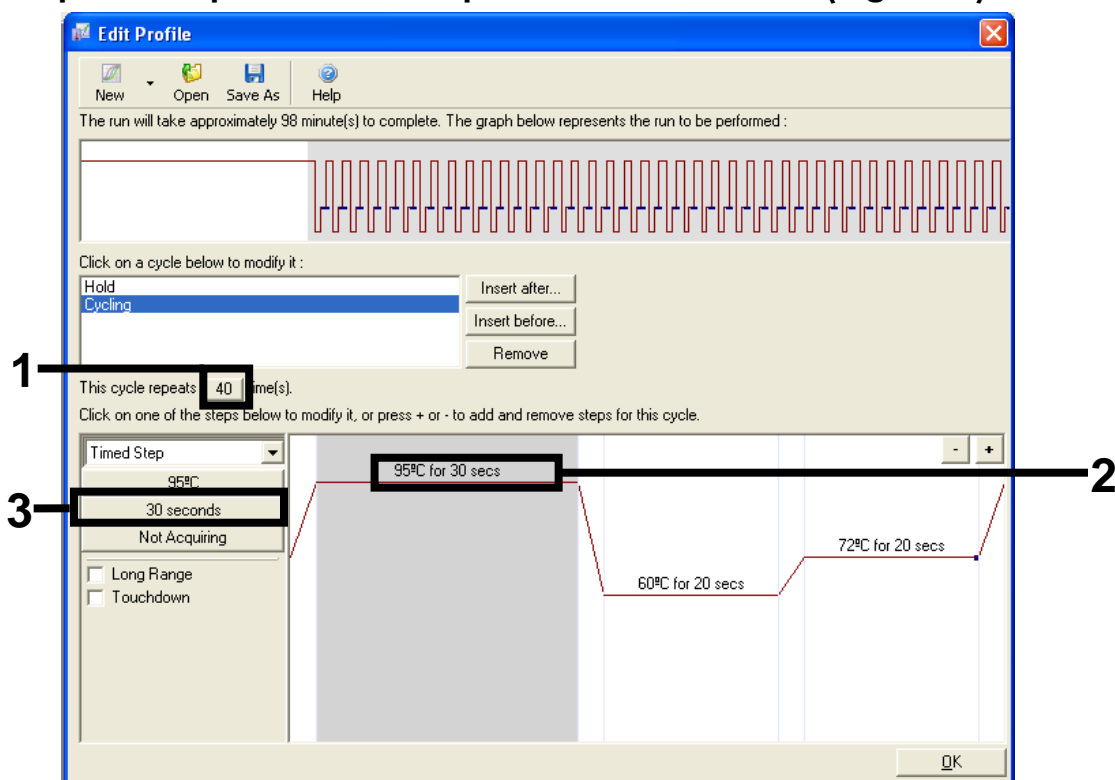

Figura 6. Passo de ciclagem a 95 °C.
9. Altere o número de repetições de ciclo para 40. Selecione o primeiro passo e defina para 95°C for 30 secs (Figura 6).